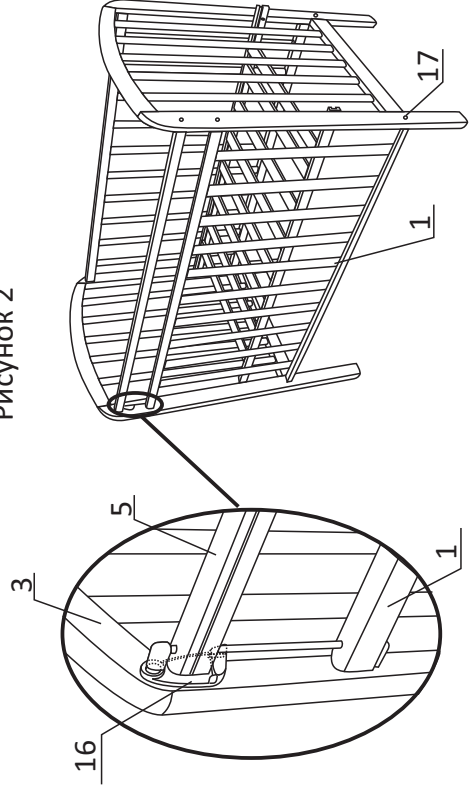

Рисунок 3
4. Собрать переднее боковое ограждение (1) со спинками(3) на два винта конфирмата(17) в нижние отверстия ограждения. Собрать механизм опускания(16) (см. рис. 3), для чего вставить металлический штырь в отверстия планки опускания(5) и переднего бокового ограждения(1), ограничить его пластмассовыми втулками и закрепить винтами, входящими в комплект механизма.